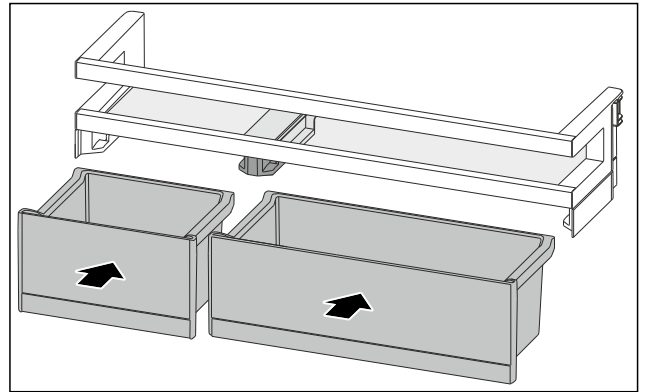

Fig. 185
- ▶ Helyezze be a VarioBoxokat a megcserélt sorrendben. (lásd Fig. 185)